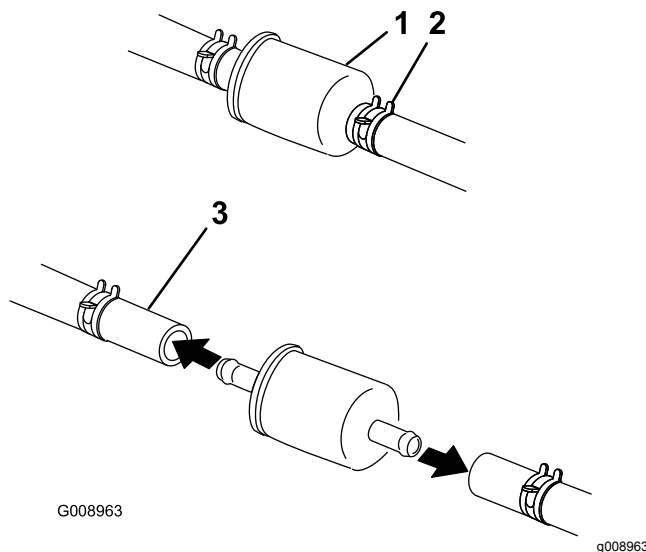

Figura 69
5. Cambie el filtro de combustible (Figura 69).